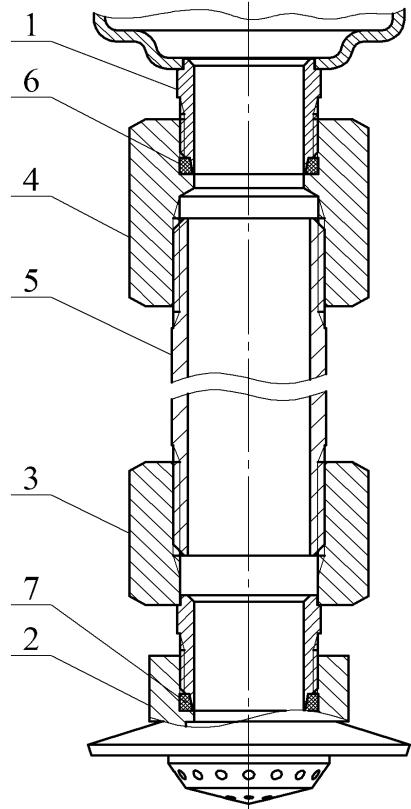

Рисунок 3
ж) по заявке Потребителя (см. рисунок 3):
4.1.3 Для вывода насадка-распылителя в свободную зону через подвесной потолок типа Грильято, Армстронг и т.п. или его перемещения в рабочую зону эффективного пожаротушения при монтаже МУПТВ на потолочном перекрытии высотой более 6 м модуль может быть дополнительно укомплектован удлинителем, соединяющим выпускную горловину МУПТВ 1 с насадком-распылителем 2 (см. рисунок 3).
6.7 При монтаже насадка-распылителя через удлинитель (см. рисунок 3) провести следующие работы. Собрать удлинитель согласно рисунку 3. Перед сборкой на наружные резьбы трубы **5** нанести герметик, например, TEKASIL NEUTRAL PROFI, после чего накрутить до упора переходники **3**, **4**. В зарезьбовые участки отверстий насадка-распылителя **2** и переходника **4** установить резиновые кольца **6**, **7**. На наружную резьбу переходника **3** накрутить до упора насадок-распылитель **2**. Соединить удлинитель через резьбовое соединение с выпускной горловиной МУПТВ **1**. При монтаже необходимо обеспечить перпендикулярное направление оси удлинителя относительно горизонтальной плоскости.